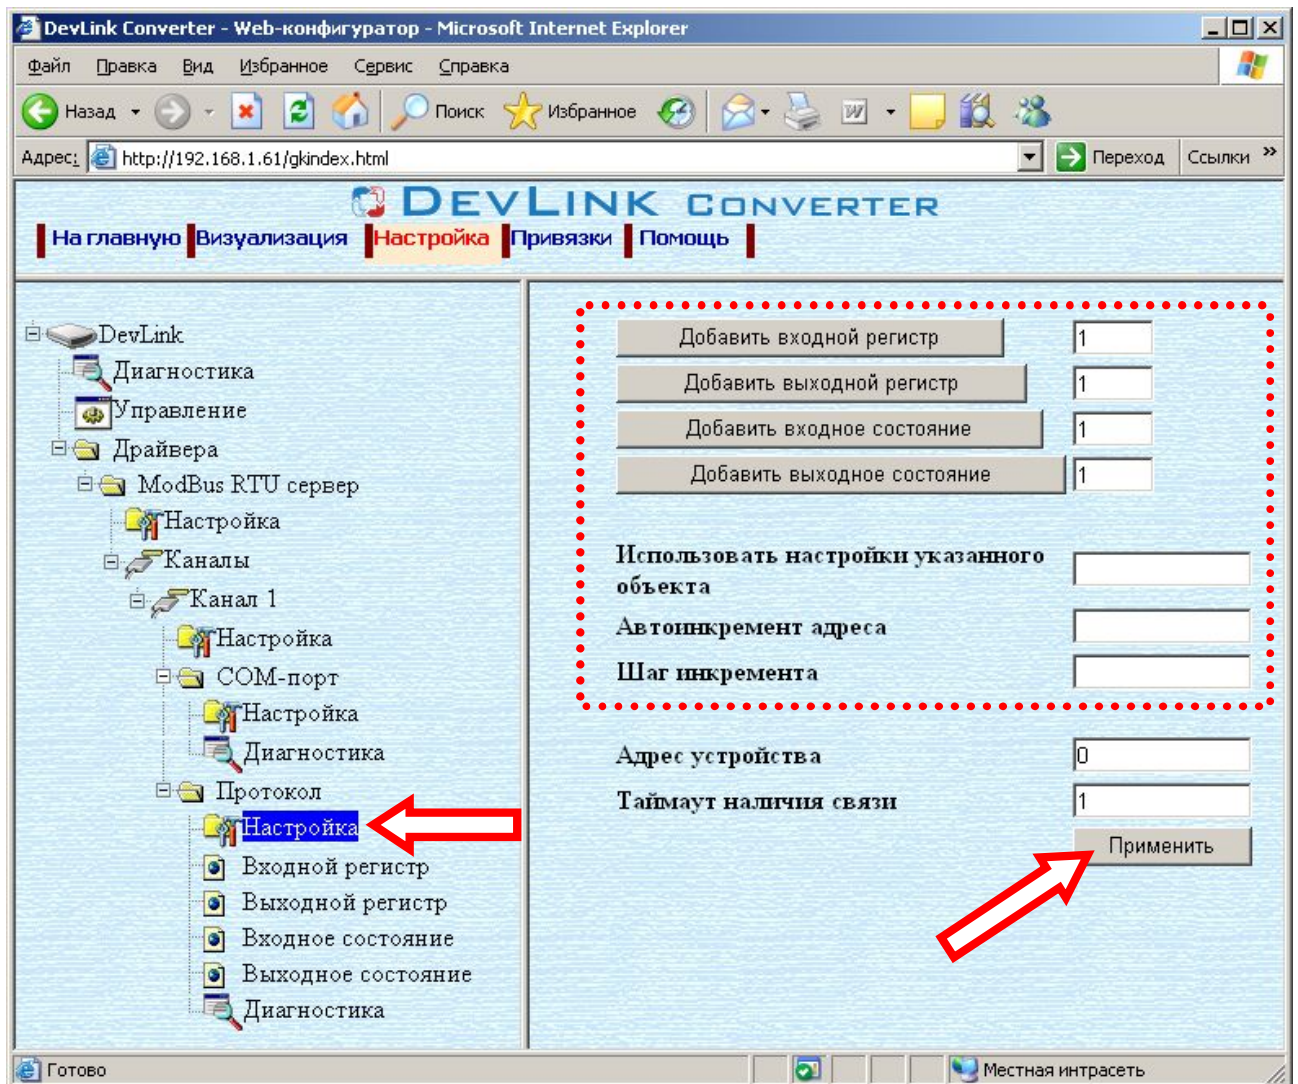

Рисунок 3.5 – Добавление регистров
- Выберите в дереве объектов *папку «Настройка»* протокола драйвера нужного канала (рисунок 3.5).
- Нажмите на кнопку *«Добавить ...»*. В результате будет произведено добавление в канал соответствующего количества новых регистров. Дерево объектов будет обновлено. Соответствующая папка канала драйвера должна содержать новые объекты информации (рисунок 3.5).